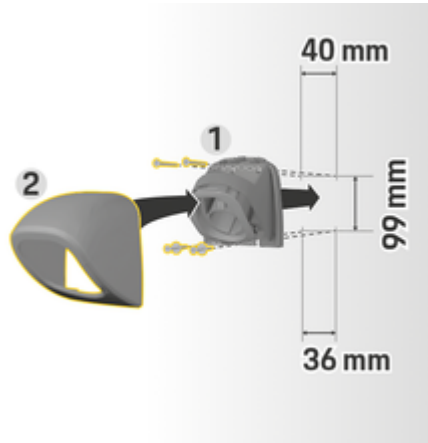

Bild 5: Borrmått
1. Ta ut kontakthållaren **1** (Bild 5) ur skyddet **2** (Bild 5).
4. Skruva fast kontakthållaren **1** (Bild 5) på väggen.
5. Trä på skyddet **2** (Bild 5) på kontakthållaren **1** (Bild 5) nedifrån och tryck det uppåt.